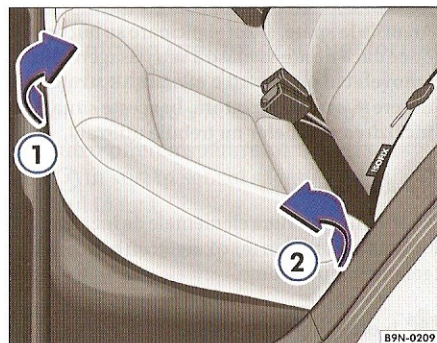
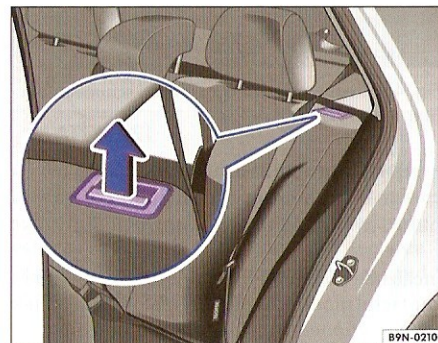

Fig. 48 Plierea pernei banchetei.
Fig. 49 Tasta de deblocare a spătarului.
– Trageți perna banchetei de marginea din față ⇒ fig. 48 în sensul săgeții ① în sus. ▶
- Pliati perna banchetei ② în sensul săgeții în față.
- Trageți tasta de deblocare ⇒ fig. 49 în sensul săgeții și pliați spătarul banchetei în față.